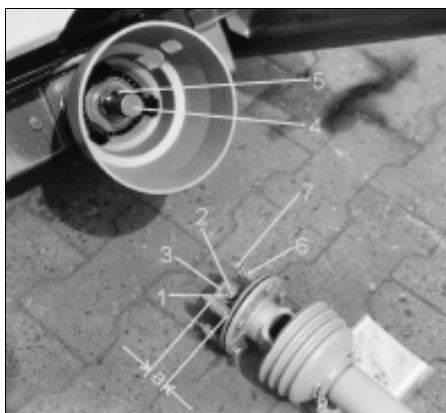

Fig. 41
Om brytbulten mellan anslutningsgaffeln och ingående växellådsaxeln ofta brister, något som kan förekomma på traktorer med hårt ingrepp för kraftuttagskopplingen, rekommenderas att Walterscheid kraftöverföringsaxel med slirkoppling (fig. 41) monteras.
- Skjut på den infettade anslutningsgaffeln (Fig. 41/3) på den ingående axeln för växellådan.
- Lossa kontramuttern (Fig. 41/1) på slirkopplingens anslutningsgaffel (tills låsskruven inte når utanför kontramuttern), skruva ut låsstiftet (Fig. 41/2) och prova om anslutningsgaffeln går lätt att skjuta på växellådsaxeln.
Se till att kilen blir helt övertäckt! (fig 41/3)
Fixera special-kraftöverföringsaxeln från att röra sig axiellt. Drag därför åt låsstiftet med en insexnyckel och lås med kontramuttern (Fig. 41/1)